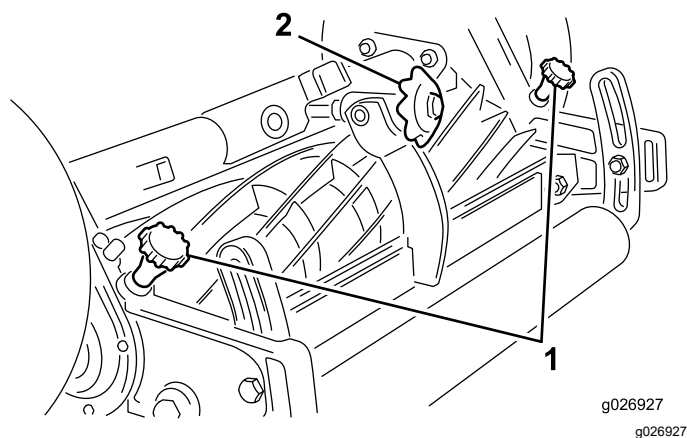

Bild 5
2. Stellen Sie sicher, dass die Auswurfhandräder (Bild 5) gelöst sind und der Untermesser-Spindelkontakt aufgehoben wurde, indem Sie das Untermesser-Einstellhandrad gegen den Uhrzeigersinn drehen.
3. Führen Sie einen langen Streifen Zeitungspapier zwischen das Spindelmesser und das Untermesser. Während Sie die Spindel nach hinten drehen, drehen Sie das Untermesser-Einstellhandrad (Bild 5) im Uhrzeigersinn, Klick für Klick, bis das Papier leicht eingeklemmt und geschnitten wird bzw. leichten Widerstand aufweist, wenn man daran zieht.